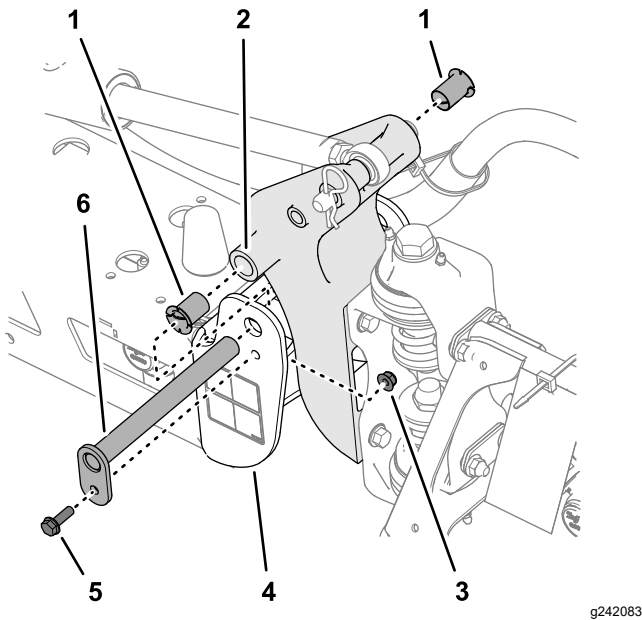

図 151
3. ピボットピンを固定しているボルトとナットを外してピンを取り外す 図 151。
5. ナイロンブッシュを取り外し、ピボットブラケットの前面および後面側から見て点検する 図 151。
6. 各ナイロンブッシュに少量のオイルを塗ってピボットブラケットに取り付ける 図 151。
7. ピボットブラケットの穴を、エンドチャネルの穴に合わせる 図 151。